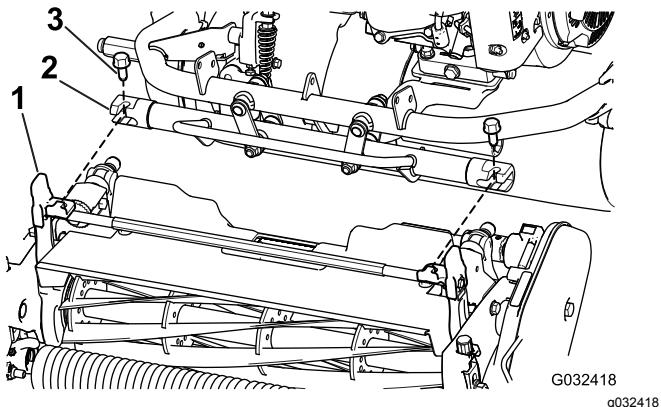

Bild 7
4. Bewegen Sie den Zugmaschinenrahmen (Bild 7) nach vorne, bis er in die Gelenkkarme der Schneideeinheit greift.
5. Befestigen Sie den Zugmaschinenrahmen mit zwei Schrauben ($\frac{3}{8}$ " x $\frac{3}{4}$ ") an den Gelenkkarmen der Schneideeinheit (Bild 7).